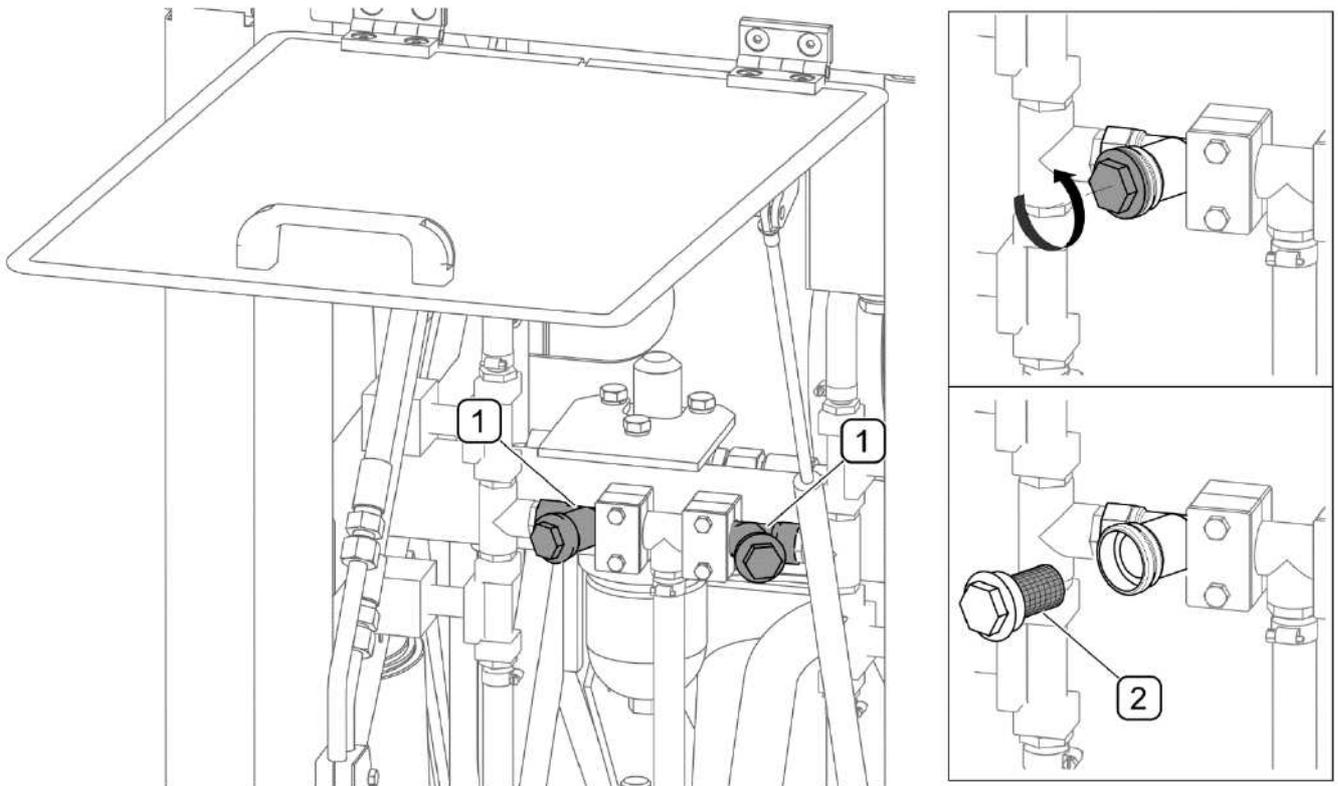

FIGURE 5.22 Le nettoyage des filtres à l'eau
(1) - le filtre à eau; (2) - la cartouche à grille de filtre à eau
Le circuit d'arrosage comprend deux filtres à eau (FIGURE 5.22) qui captent les impuretés mécaniques. Pour nettoyer le filtre (1) il convient de dévisser la cartouche à grille (2), et ensuite laver sous pression ou nettoyer avec de l'air comprimé. Après la mise en place de la cartouche et le serrage du bouchon il convient de vérifier l'étanchéité de la connexion.